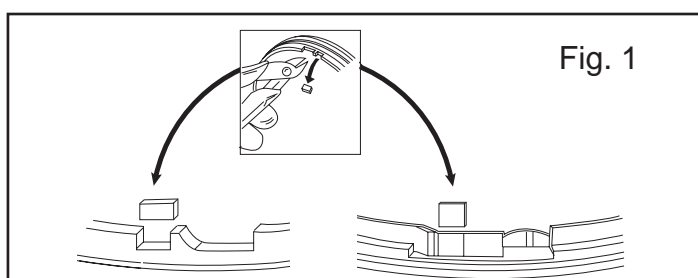

Fig. 1
If required, the mechanism for locking the sounder to the base can be activated by removing the thin section of plastic shown in Fig. 1 with side cutters or a similar tool. To open a locked head, remove the small rubber bung from the hole on the side of the sounder, insert a tool into the hole and depress the clip whilst twisting the head. The O-ring and bung must be re-fitted to maintain the weatherproofing.
Um den Signalgeber im Sockel zu arretieren, ist das Sicherungsplättchen im Gehäuse zu entfernen. Dies kann vorsichtig mit einem Seitenschneider oder ähnlichem Werkzeug, wie in der Fig. 1 dargestellt, herausgelöst werden. Um einen arretierten Signalgeberkopf aus dem Sockel zu entnehmen, ist zunächst die weiße Schutzkappe am Kopf herauszuziehen und durch die Öffnung, mit einem schmalen Schraubendreher, den innen liegenden Verschlussbügel aus der Arretierungsposition zu drücken. Um die Schutzkappe zu erhalten, ist die Schutzkappe und der O-Ring wieder einzusetzen.
4. La tête doit être verrouillée à la base comme indiqué dans Fig1